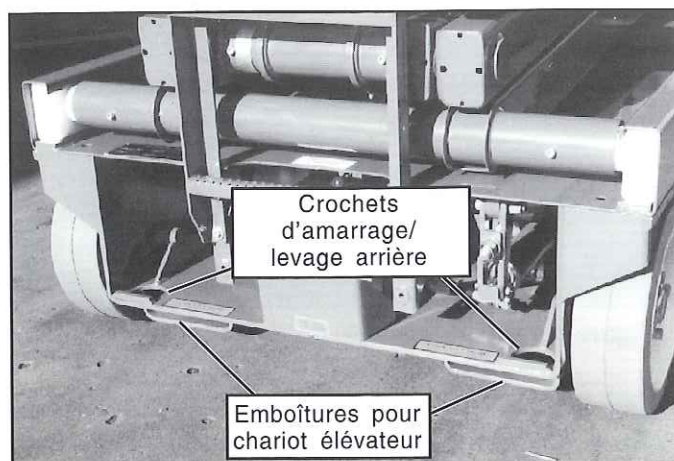

Figure 5 : Crochets d'amarrage/levage arrière
Fixer des courroies sur les crochets de levage du châssis uniquement (figures 5 et 6).
2. Bloquer la plate-forme élévatrice sur le véhicule de transport avec des chaînes ou des courroies d'une capacité suffisante fixées sur les crochets d'amarrage du châssis (figures 5 et 6).